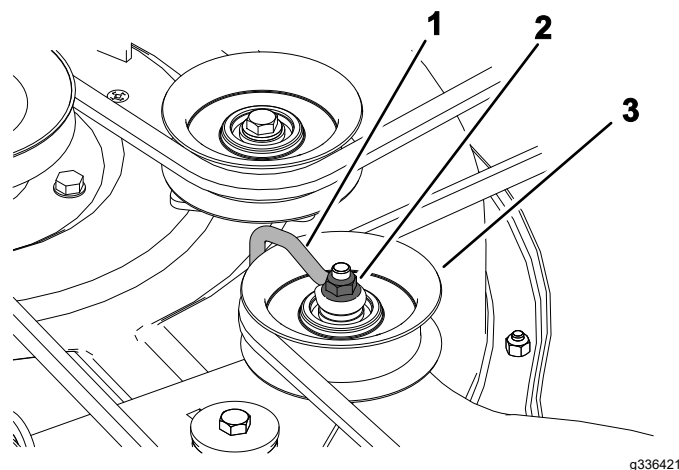

Figure 50
5. Sur les tabliers à 3 lames, desserrez l'écrou qui fixe le fil métallique à la poulie de tension (Figure 50).
Remarque: Positionnez le fil métallique contre le bras de la poulie de tension comme montré à la Figure 50.